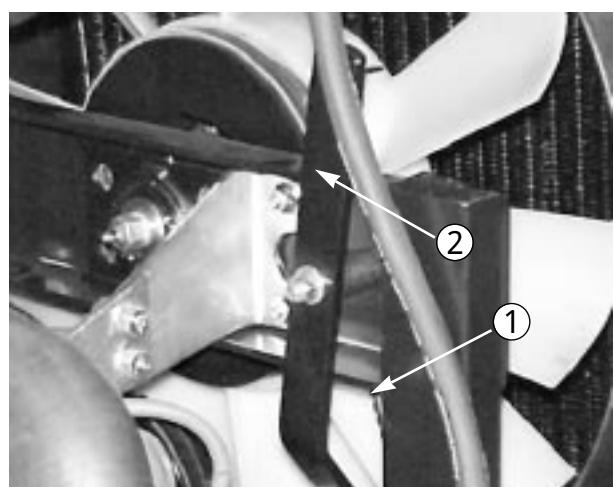

図 55
- 1 . ベルトテンショナ・レバー (図 55) のロックナットをゆるめる。